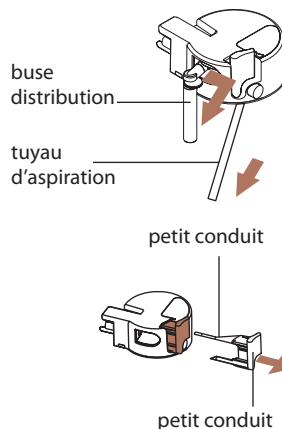
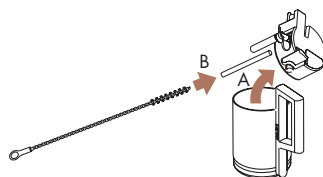

fig. 2
fig. 3
Nettoyez le récipient à lait après chaque préparation à base de lait (cappuccino, lait mousseux etc.), car les résidus gras du lait qui ne sont pas soigneusement éliminés peuvent se déposer à l'intérieur du groupe de distribution du lait, du tuyau d'aspiration et dans certains modèles, dans le petit conduit (fig. 2). C'est pour cette raison qu'en plus des opérations normales de nettoyage illustrées dans la notice d'instructions, nous vous conseillons d'effectuer, **au moins une fois par mois**, un nettoyage soigné du tuyau d'aspiration et des composants du récipients à lait à l'aide du **Goupillon (D)** fourni (fig. 3) et du **Milk clean (C)** selon les indications présentes sur l'emballage.